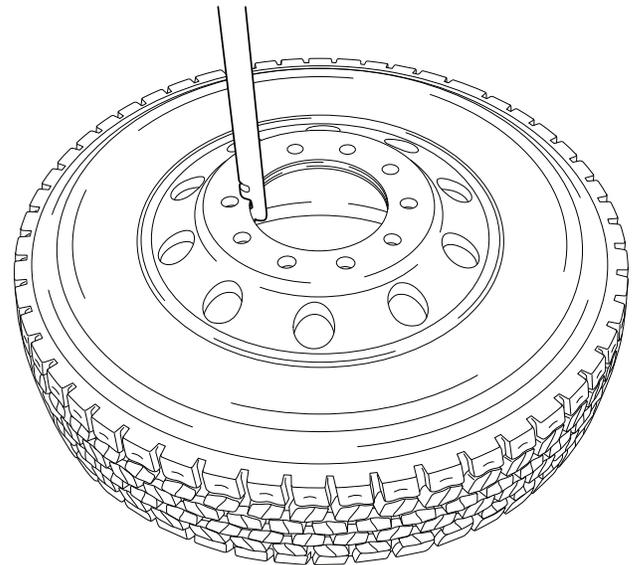

Figura 2
1. **Rueda de aluminio:** enganche la segunda ranura del inclinador de ruedas en el émbolo de la rueda, como se muestra en la figura 2.